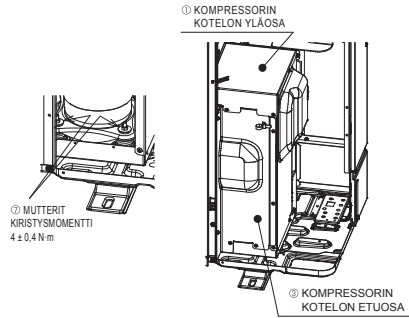

Fig. 4-2
- Kun kompressorin kiinnitysosat on irrotettu, muista kiristää mutterit ja palautaa kompressorin kotelo yläosa ja etuosa takaisin alkuperäiseen tilaansa. (Fig. 4-2)